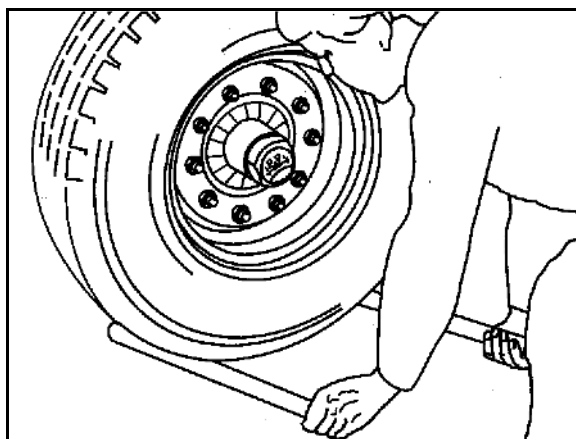

Рис. 81
1. Выверните болты и снимите оба защитных кожуха (Рис. 81/1) с внутренней стороны тормозного барабана.
Грязь может скапливаться на тормозных накладках (Рис. 81/2) и значительно снижать эффективность торможения.